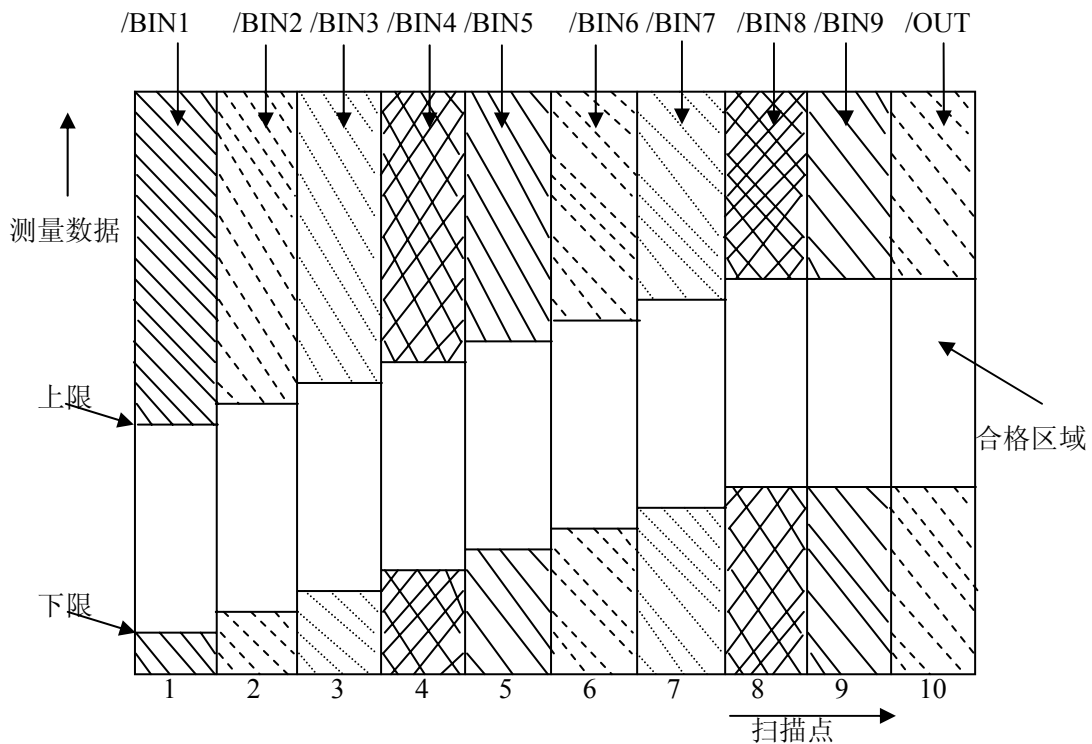

图 4 列表扫描比较功能信号区域示例
- /BIN1 - /BIN9 和/OUT 信号指示为各扫描点的 IN/OUT（合格或超差）判别。参见图 4。/AUX 信号指示为 PASS/FAIL 判别，（在一次扫描期间列表中有一个或多个不合格）。